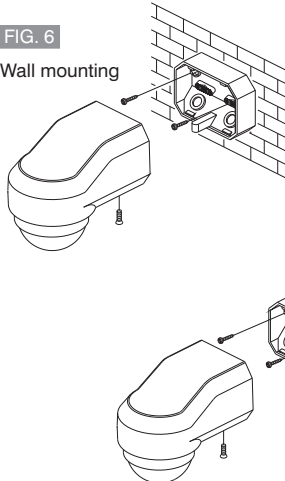

FIG. 6
- Togliere la piastra di supporto posteriore (tenuta da 1 vite sul fondo) dal corpo del rilevatore (FIG. 6).
- Remove the back plate (retained by 1 screws on the bottom) from the mounting box (FIG. 6).